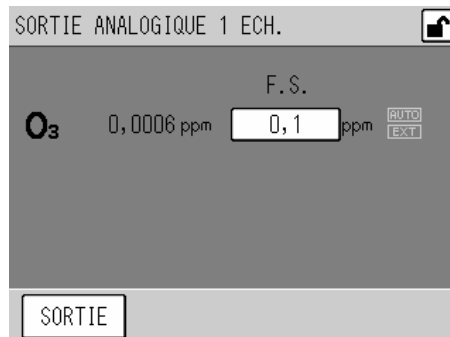

Fig. 64 Ecran ANALOG OUTPUT RANGE (ANALOG OUTPUT 1))
- [ANALOG OUTPUT 1 RANGE] (Plage de sorties analogiques 1) : Affiche l'écran ANALOG OUTPUT 1 RANGE (Plage de sorties analogiques 1) (Fig. 64 page 52).